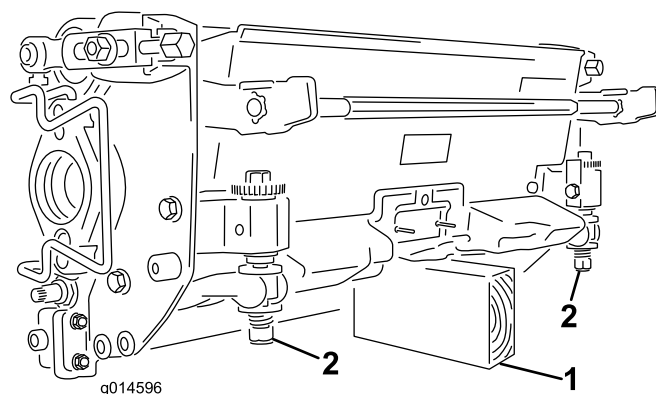

図 45
**重要** ベッドナイフやリールを見るためにカッティングユニットを立てる場合には、ベッドバー調整ねじのナットが床面に接触しないように、カッティングユニットの後ろ側をスタンドなどで支えてください 図 45。